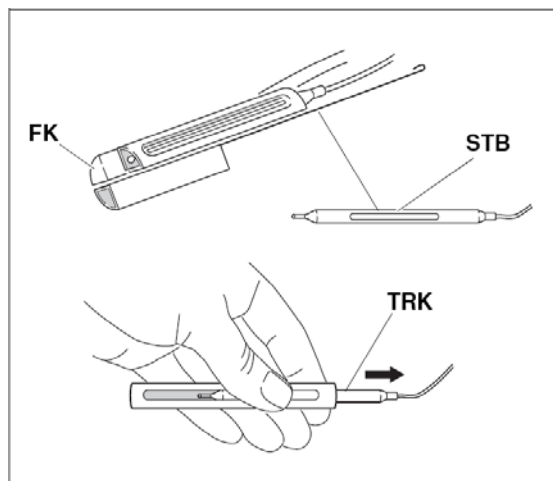

Fig. 51
STB-givaren skiljer sig från regulator-givaren med en fördjupning i sidan (Fig. 51).
- Trycka ut regulatorgivaren **TRK** från givarhållaren med ett lätt tryck (Fig. 51).